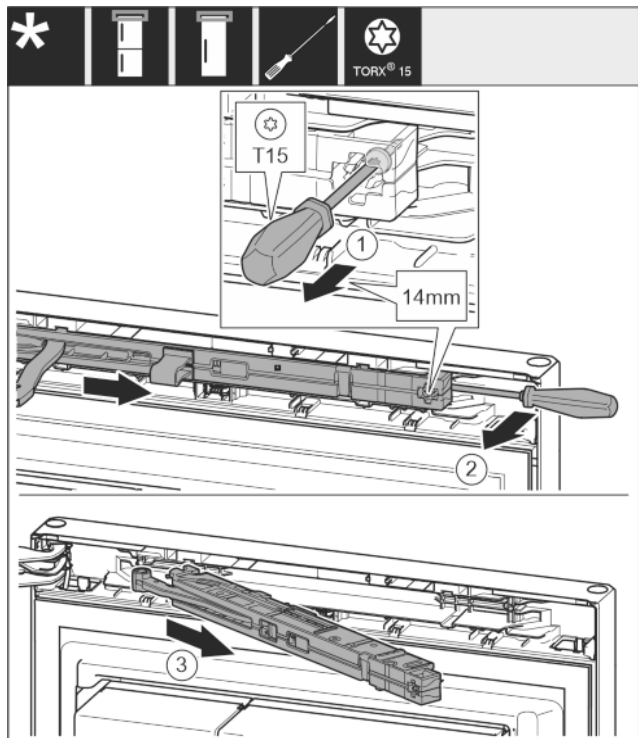

Fig. 9
- ▶ Schraube an Schließdämpfereinheit mit Schraubendreher T15 ca. 14 mm lösen. Fig. 9 (1)
- ▶ Mit einem Schraubendreher griffseitig hinter die Schließdämpfereinheit fahren und nach vorne drehen. Fig. 9 (2)
- ▶ Schließdämpfereinheit herausziehen. Fig. 9 (3)